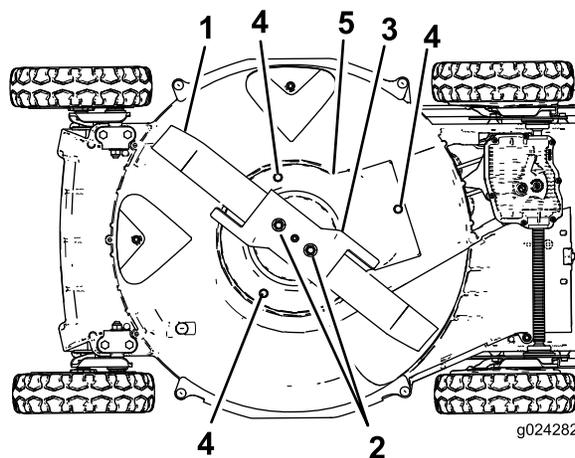

Figura 38
6. Rimuovete i 2 dadi della lama, l'acceleratore e la lama (Figura 38).
7. Rimuovete le viti che fissano il carter della frizione del freno della lama al sottoscocca del tosaerba (Figura 38).